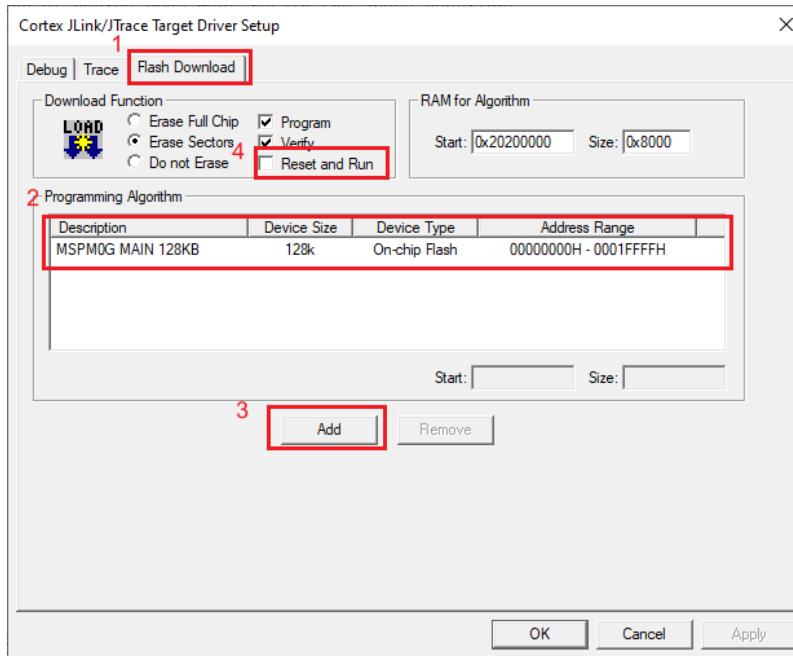

图 3-54. Flash 下载设置
4. 点击 **Flash Download** 选项卡，检查说明是否与图 3-54 匹配。如果不匹配，请点击 **Add** 按钮，然后选择相应的 MSPM0 MAIN 选项。器件类型为 **On-chip Flash**。最后选择 **Reset and Run**。